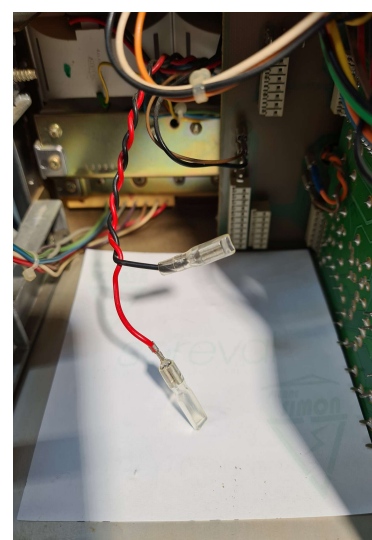

Figure 7
- Débrancher le câble rouge et noir de la borne P12 & P13 (Figure 6-7) et les mettre dans les manchons isolants. (Figure 7)
- Trennen Sie das rote und schwarze Kabel von den Klemmen P12 und P13 (Abbildung 6-7) und stecken Sie sie in die Isolierhülsen. (Abbildung 7)